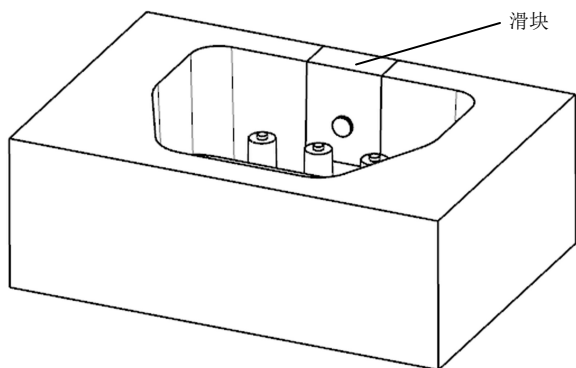

图 14-23 创建相交实体
(46) 选取“菜单 | 插入 | 组合 | 相交”命令 ，以刚才创建的实体为目标体，工件为刀具体，在【求交】对话框中勾选“☒保存工具”复选框。
(47) 单击“确定”按钮，创建相交实体（滑块），如图 14-23 所示。
(48) 选取“菜单 | 插入 | 组合 | 减去”命令 ，以型芯为目标体，斜顶块为刀具体，在【求差】对话框中勾选“☒保存工具”复选框。